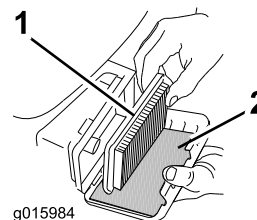

Bild 23
3. Entfernen Sie den Papierfilter und den Schaumvorfilter (Bild 23).